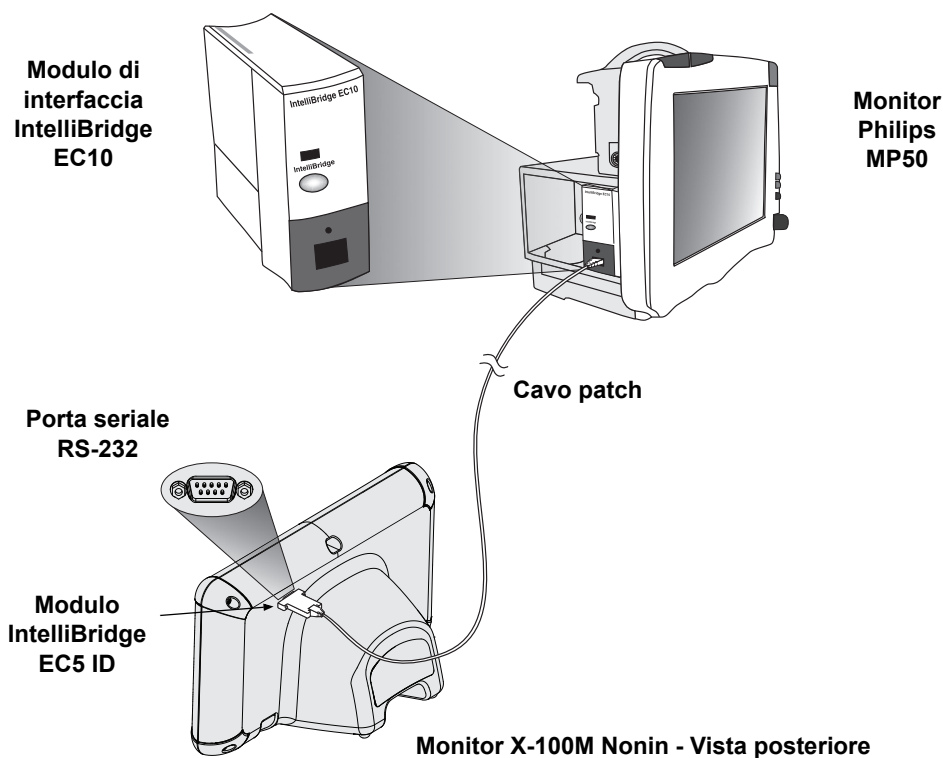

Figura 34. Connessione del modello X-100M al monitor Philips con IntelliBridge
3. Collegare il cavo patch IntelliBridge al modulo di interfaccia EC10 (figura 34).